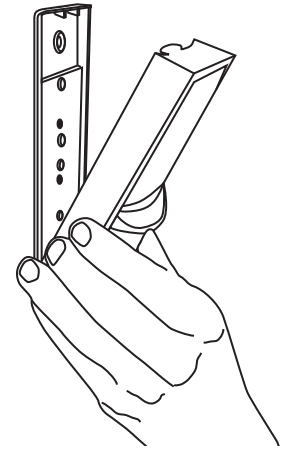
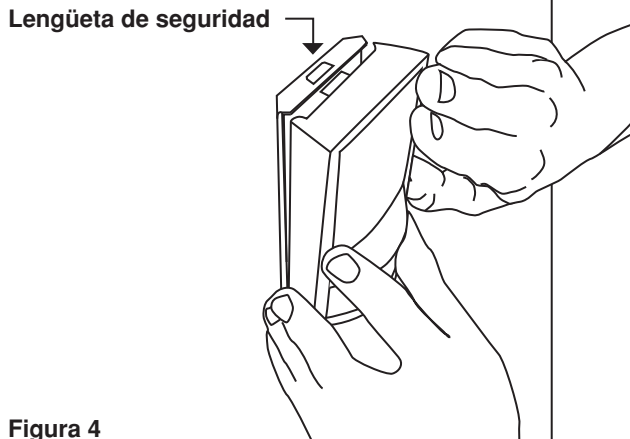

Figura 3
Figura 4
4. Monte el sensor en la ranura de la parte inferior de la placa de montaje y cerca de la parte superior (ver FIGURA 3). El sensor se inserta en la lengüeta de la parte superior (vea FIGURA 4).